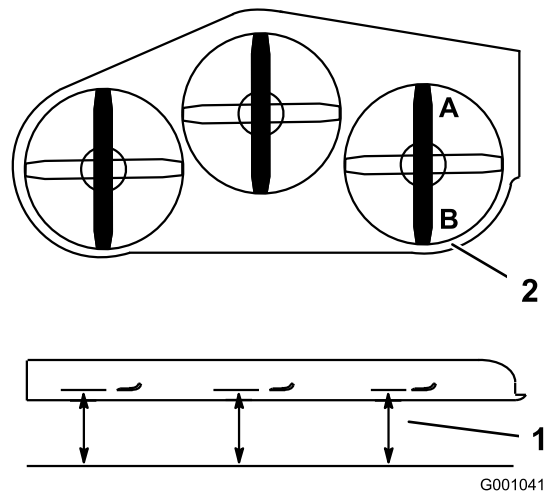

Figura 89
2. Coloque una cuchilla en posición longitudinal. Mida en las posiciones **A** y **B** desde una superficie nivelada hasta el filo de corte de los extremos de la cuchilla (Figura 89).